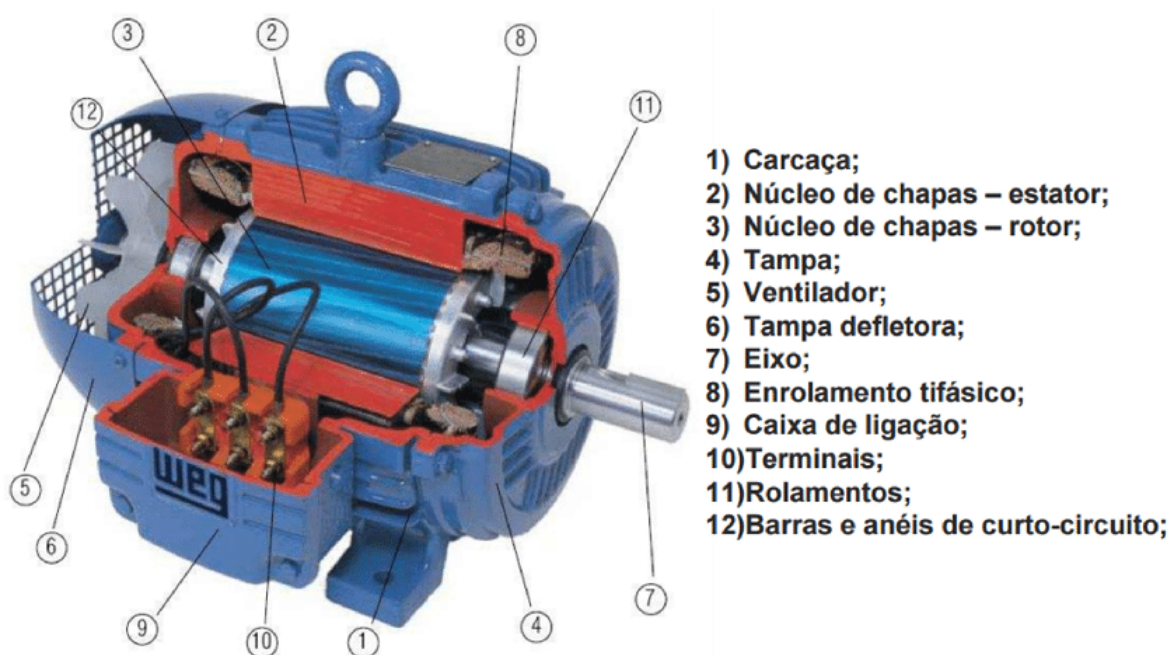

Figura 1.1 - Destaque dos componentes do motor de indução trifásico em uma vista em corte.
A Figura 1.1 mostra a vista em corte de um MIT e destaca suas partes principais:
2. Na Figura 1.1 são mostradas as peças de um motor de indução trifásico. Descreva a função de cada uma delas para o funcionamento do motor.